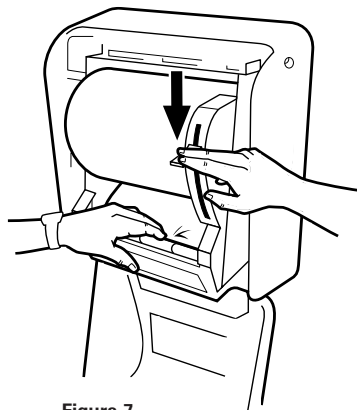

Figura 7
2. Pase el papel entre el rodillo de madera y goma y proceda a bajar la palanca de la distribuidora para sacar papel. Vea la figura 7.